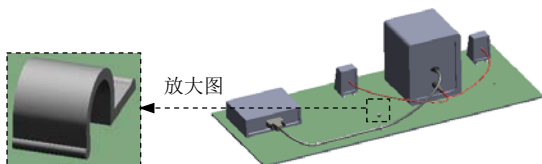

图 11.11.19 添加线夹 3
Step1. 添加线夹 3。打开设计库中的 routing\electrical 文件夹，选择“richco_hurc-4-01-clip”线夹为拖放对象；将线夹拖放到底板上的圆孔处，添加后的结果如图 11.11.19 所示；单击“插入零部件”对话框中的  按钮。